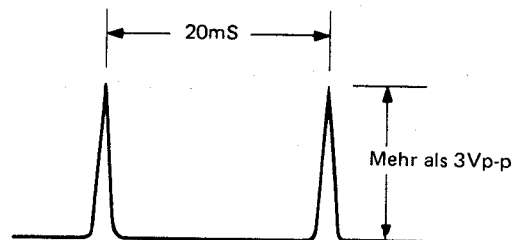

Abbildung 77.
2. Die Ausgabe des TP-701 auf einem Oszilloskop (interne Auslösung) beobachten und prüfen, daß seine Werte den in Abb. 77 gezeigten entsprechen.